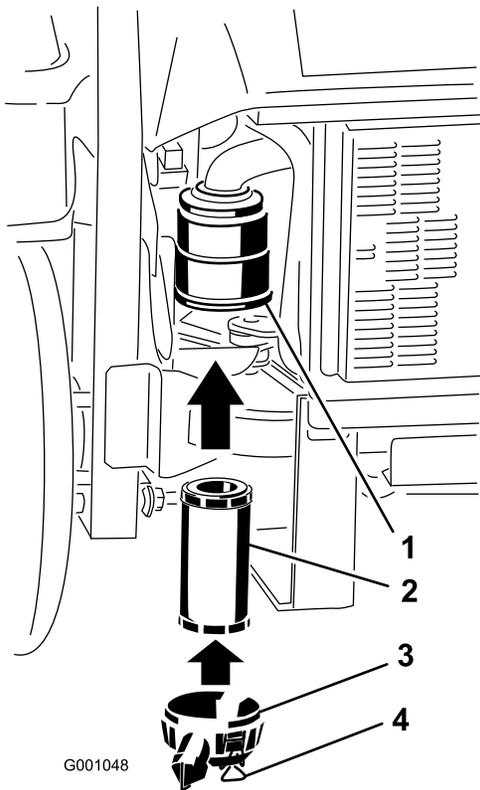

Bild 56
2. Schieben Sie den Filter vorsichtig in das Gehäuse (Bild 56).
3. Bringen Sie die Luftfilterabdeckung an und befestigen die Riegel (Bild 56).